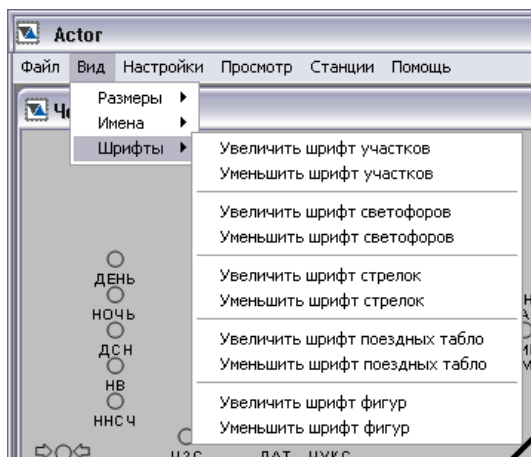

Рис. 5
- «Шрифты». Подпункт позволяет изменять размеры шрифтов названий элементов схемы станции или участка. Для того чтобы изменить размер шрифта названия какого-либо элемента схемы, необходимо нажать на соответствующий пункт меню (Рис. 5). Доступно изменение размера шрифта до предельного значения. Если дальнейшее увеличение или уменьшение невозможно, соответствующий пункт меню становится неактивным.